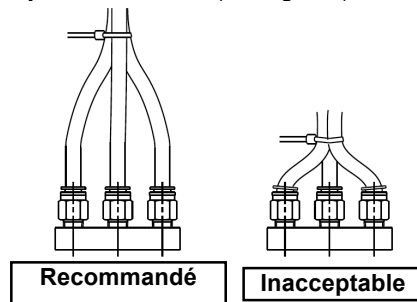

Figure 7
- N'appliquez pas de force externe aux raccords lorsque vous raccordez les tubes au moyen de colliers, etc. (voir Figure 7).